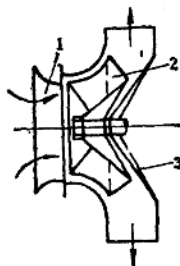

图 1-9 混流式通风机示意图
3) 混流式通风机: 它是介于轴流式与离心式两者之间的形式, 气流沿着斜向流动, 如图1-9所示。